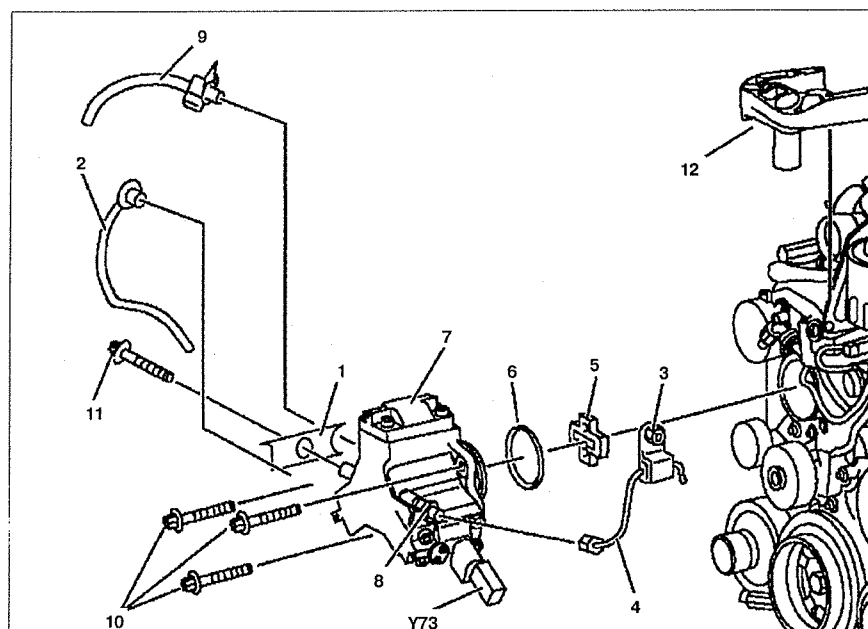

Рис. 5.59. Топливный насос высокого давления:
3. Отсоедините разъем проводки от отсечного клапана Y73 (см.рис. 5.59).